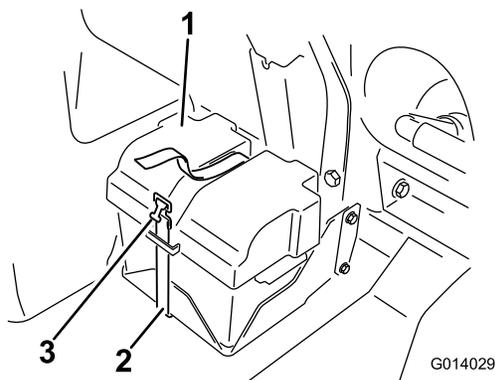

Рисунок 79
2. Снимите крышку аккумуляторной батареи и отсоедините отрицательный (черный, «земля») кабель от штыря аккумуляторной батареи (Рисунок 79).
4. Установите крышку аккумулятора и закрепите ее хомутом, снятым ранее (Рисунок 79).